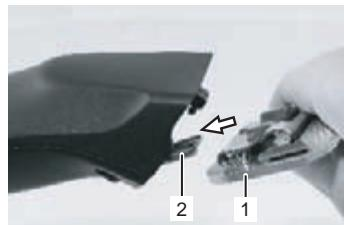

Fig. 17
6. Fixe a nova cabeça de tosquia na articulação e empurre a cabeça de tosquia em direção à máquina com uma leve pressão (Fig. 17, 18, 19).